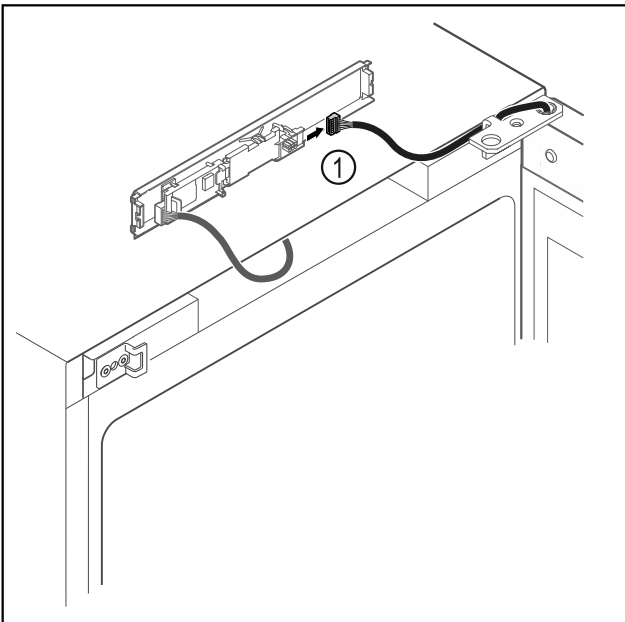

Fig. 12
- ▶ Αποσυνδέστε το φως Fig. 12 (1) από την πλακέτα.